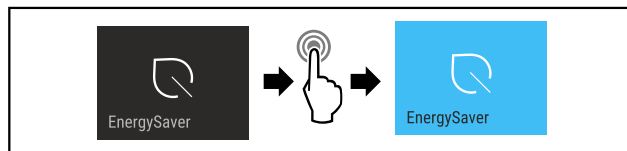

Fig. 17
- ▶ Wykonać czynności (patrz Fig. 17).